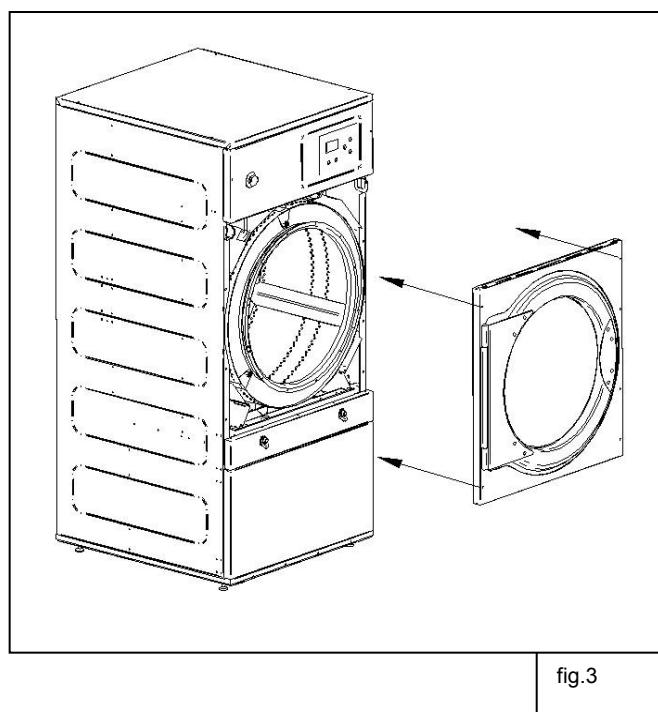

fig.3
6. Situar a tampa frontal da porta girando-a 180°, de modo que as articulações fiquem do lado oposto. Para isso, voltar a usar os 6 parafusos "B" e os 2 parafusos "B1" com a chave Allen n.º 3. Ver fig. 3